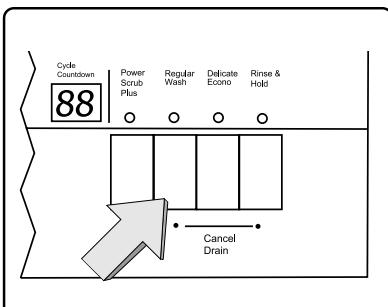

Figure 35/Illus. 35
1. Press and hold the left-most of the two buttons labelled "Cancel Drain", as shown in Figure 35, then press and hold the On/Off button. When the LED display shows a "0" or a "1", release both buttons. The light above the left-most "Cancel Drain" button will begin to flash.
1. Presser et maintenir les deux touches à gauche «Cancel Drain» comme à la figure 35, puis presser et maintenir la touche marche-arrêt. Lorsque l'affichage DEL indique un «0» ou «1», relâcher les touches. Le voyant au-dessus des touches à gauche clignotent.
1. Pulse y oprima el botón a la izquierda de los dos rotulados «Cancel Drain», como muestra la Ilustración 35, después pulse y oprima el botón On/Off. Cuando el indicador LED muestra un «0» o «1», deje de oprimir ambos botones. La luz encima del botón «Cancel Drain» a la izquierda empezará a brillar intermitentemente.